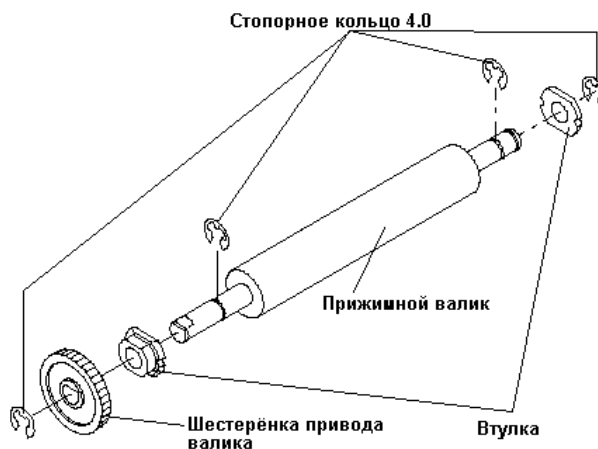

Рисунок 11 Прижимной валик
Для полной разборки прижимного валика нужно снять все четыре стопорных кольца, шестерёнку прижимного валика и две втулки (см. Рис. 11):
1. Две втулки на прижимном валике (см. Рис. 11).